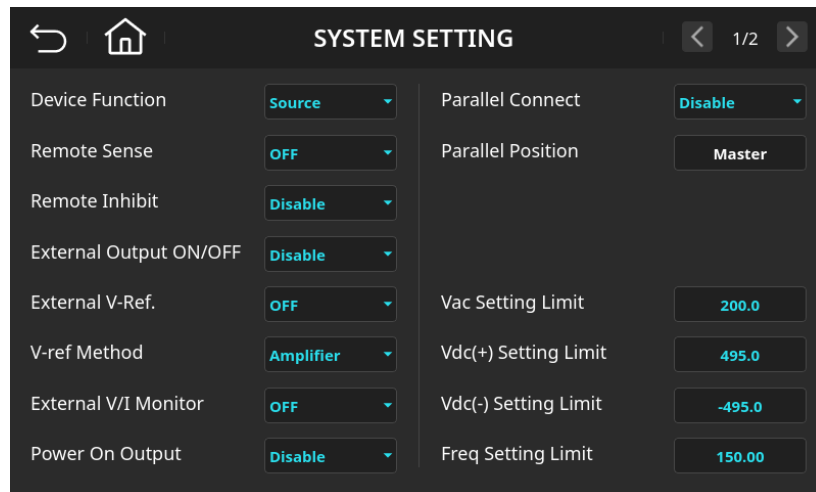

图 6-12 系统功能设定页面(Vac Setting Limit=200.0)
2. 输入 2，0，0后按下 Enter 键，数值变更成" 200.0 "，如图 6-12 所示。